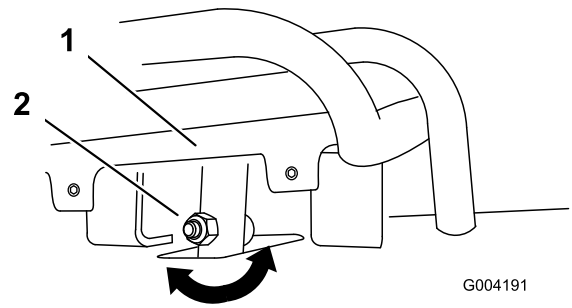
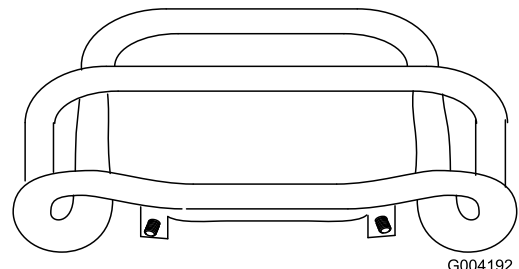

Bild 49
Bild 50
4. Wenn die Vorderseite des Fahrtriebs nicht bündig und gleichmäßig am Anschlagbügel bleibt, lösen Sie die Mutter im Schaft des Fahrtriebs (Bild 49).
5. Stellen Sie den Fahrtrieb so ein, dass er bündig am Anschlagbügel bleibt, wenn er gerade nach hinten gezogen wird (Bild 49 und Bild 50).
- C. Lösen Sie die Bundmutter und die Schraube im Fahrtriebsschaft (Bild 49).
- I. Stellen Sie den Fahrantrieb so ein, dass er bündig am Anschlagbügel bleibt, wenn er gerade nach hinten gezogen wird (Bild 49 und Bild 50).